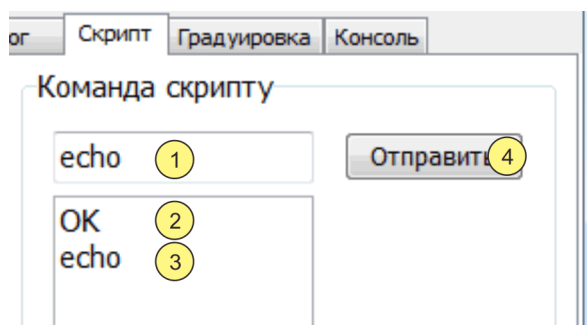

Рисунок 8 — Отправка данных скрипту
2.15.1 Скрипт может получать и передавать данные. Для отправки данных скрипту, ввести их в поле 1 рисунок 8 и нажать кнопку 4 для отправки. Успешный прием данных термометром отобразится в виде сообщения 2, а данные, отправленные в ответ скриптом, в виде сообщения 3.